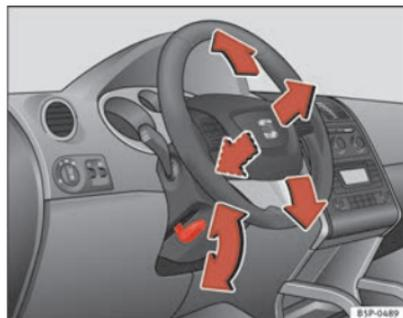

Fig. 133 Réglage de la position du volant de direction
- Poussez le levier ⇒ fig. 133 situé sous la colonne de direction vers le bas ⇒ ⚠.